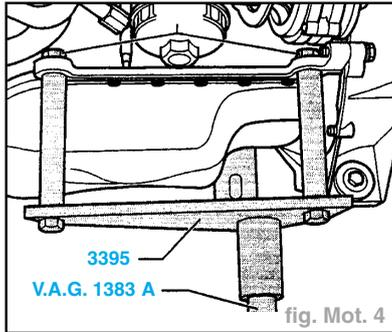

fig. Mot. 4
- Mettre en place le support de moteur **3395** dans l'élévateur pour moteur et BV **V.A.G. 1383 A** (fig. Mot. 4).